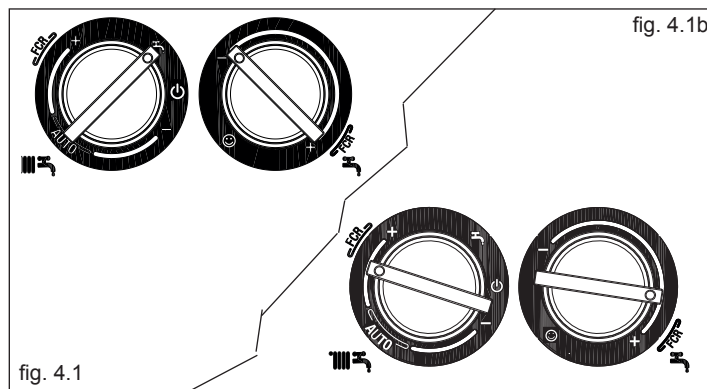
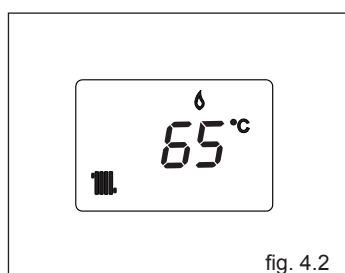
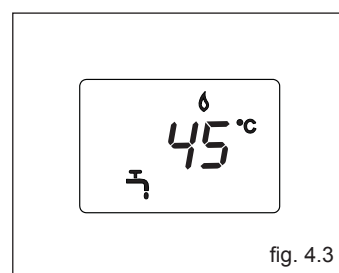

fig. 4.1
fig. 4.2
fig. 4.3
**Inverno:** ruotando il selettore di funzione all'interno dell'area contraddistinta con + e - (fig. 4.1b) la caldaia fornisce acqua calda sanitaria e riscaldamento. In caso di richiesta di calore, la caldaia si accende, il visualizzatore digitale indica la temperatura dell'acqua di riscaldamento, l'icona di funzionamento in riscaldamento e l'icona fiamma (fig. 4.2). In caso di richiesta di acqua calda sanitaria, il visualizzatore (2) indica la temperatura dell'acqua sanitaria, l'icona di funzionamento in sanitario e l'icona fiamma (fig. 4.3).
**Estate:** ruotando il selettore sul simbolo estate  (fig. 4.1) si attiva la funzione tradizionale di solo acqua calda sanitaria. In caso di richiesta di acqua calda sanitaria, il visualizzatore indica la temperatura dell'acqua sanitaria, l'icona di funzionamento in sanitario e l'icona fiamma (fig. 4.3).